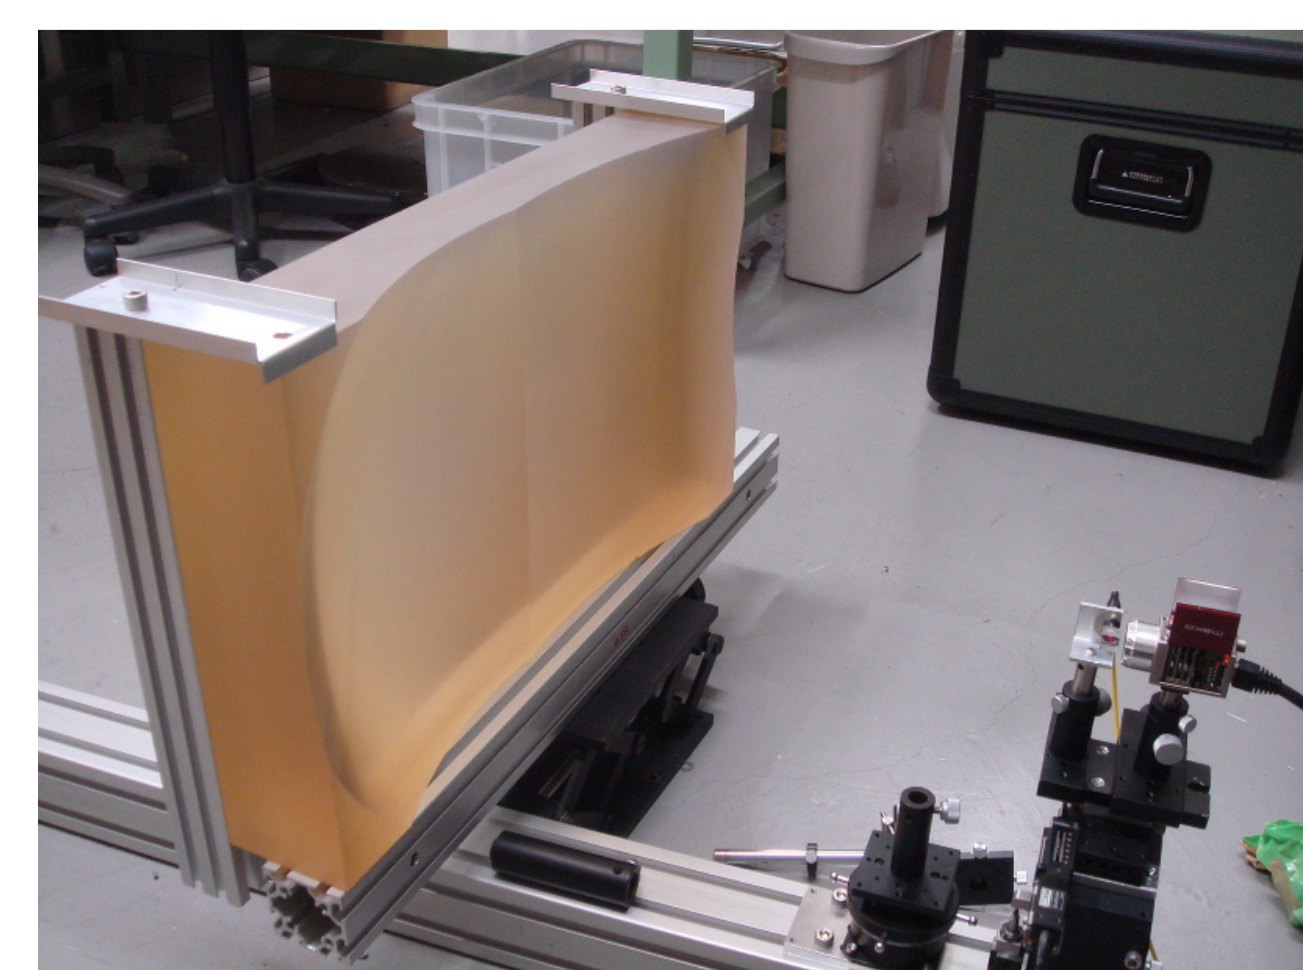

図8: バイコニック鏡計測装置
- ・研磨前のバイコニック面を一度測定(図8)したが、表面での散乱が大きく、計測できなかったため、研磨が終わり次第、表面形状計測を再度行う予定である